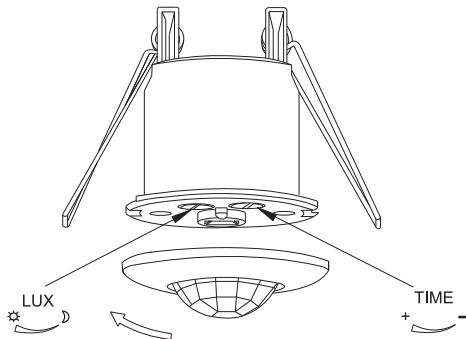

Рисунок 6 Датчик движения ДД-301
– Повернуть против часовой стрелки крышку с линзой датчика. Снять крышку (рисунок 6).